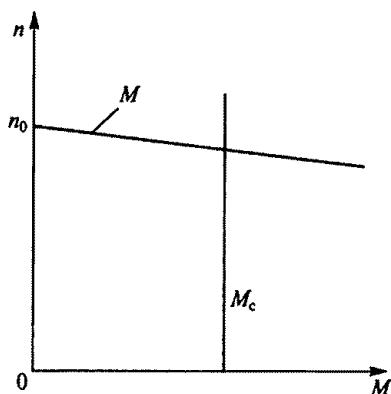

Рис. 259
11.20. На рис. 259 приведены механические характеристики электродвигателя (M) и рабочего механизма (M_c). При каком условии двигатель работает после окончания пуска в установившемся режиме?